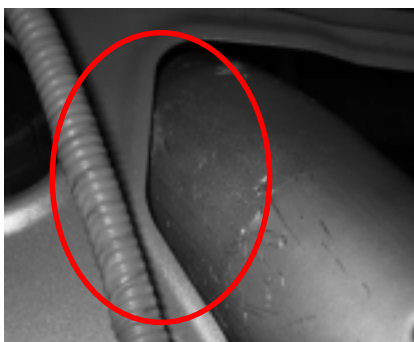

図 1
- ①図 1、○部分のクリアランスが十分に確保できない場合は、切除もしくは緩衝材を巻くなどして干渉を防いでください。